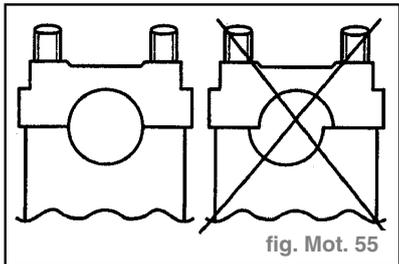

fig. Mot. 55
- Poser les chapeaux de paliers en tenant compte de la position excentrée de leur alésage (fig. Mot. 55).